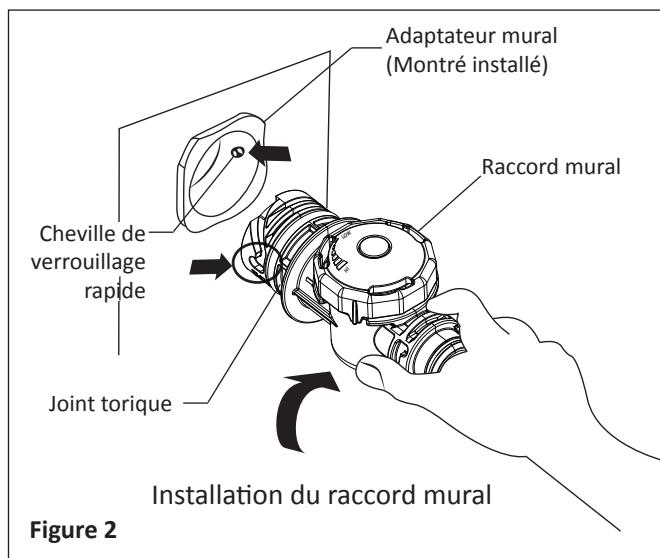

Figure 2
5. Insérez l'adaptateur mural dans la conduite de retour filetée NPT de 1-1/2 po. Serrez à la main. **Voir la Fig. 2.**
6. Alignez le raccord mural avec la cheville de verrouillage rapide à l'intérieur de l'adaptateur mural. Tournez de $\frac{1}{4}$ de tour dans le sens horaire pour verrouiller le raccord mural. **Tirez légèrement vers l'extérieur afin d'assurer un bon alignement pour engager les chevilles de verrouillage rapide. Voir la Fig. 2.**